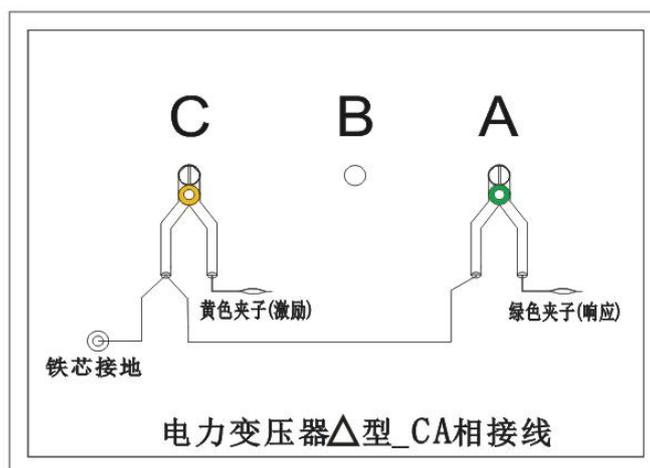

图 12
4.3.4 以上接线完成对三相 Δ 形的 CA 相测量接线, 如图 12。